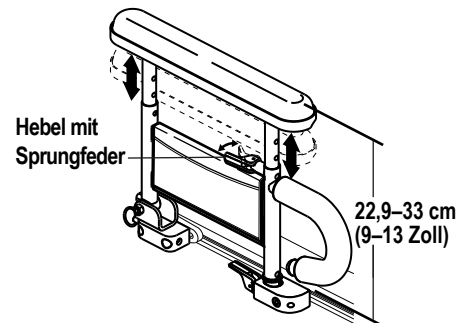

Abbildung 11. Höhenanpassung der Armlehne mit zwei Stützen
1. Drücken Sie den mit einer Sprungfeder ausgestatteten Hebel nach innen. **Siehe Abbildung 11.**